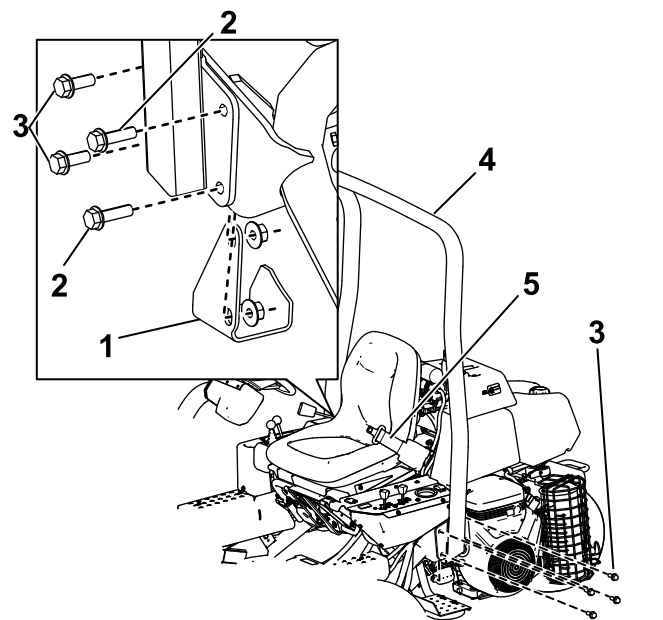

Figura 4
2. Baje la barra anti-vuelco (Figura 4) sobre los soportes de montaje, alineando los taladros de montaje.
3. Sujete cada lado de la barra antivuelco al soporte de montaje con 4 pernos ($\frac{1}{2}$ " x $1\frac{1}{2}$ ") y contratuercas (Figura 4).
5. Sujete el lado derecho de la barra antivuelco y el apoyo del gato que retiró anteriormente al soporte de montaje con 2 pernos ($\frac{1}{2}$ " x $1\frac{1}{2}$ "), 2 pernos ($\frac{1}{2}$ " x $1\frac{3}{4}$ ") y contratuercas, según se muestra en la Figura 4.